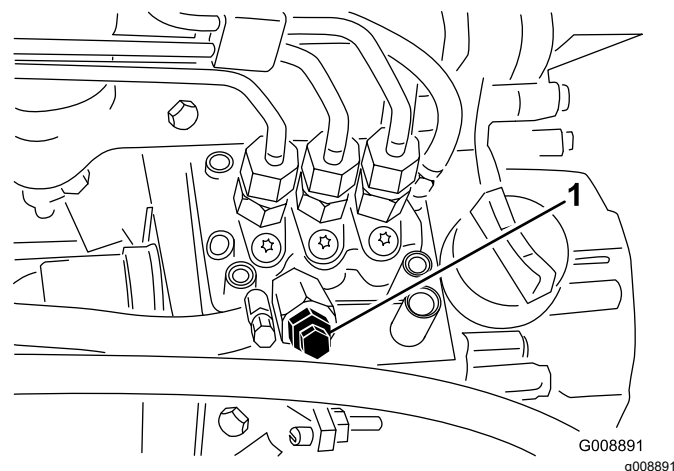

Рисунок 35
4. Выверните винт стравливания воздуха из насоса для впрыска топлива (Рисунок 35).